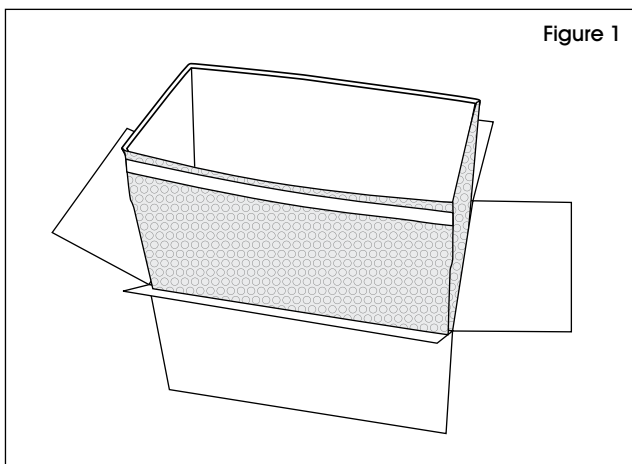

Figure 1
2. Insérez le revêtement dans la boîte. Placez le contenu et le sachet réfrigérant dans la boîte. (Voir Figure 1)